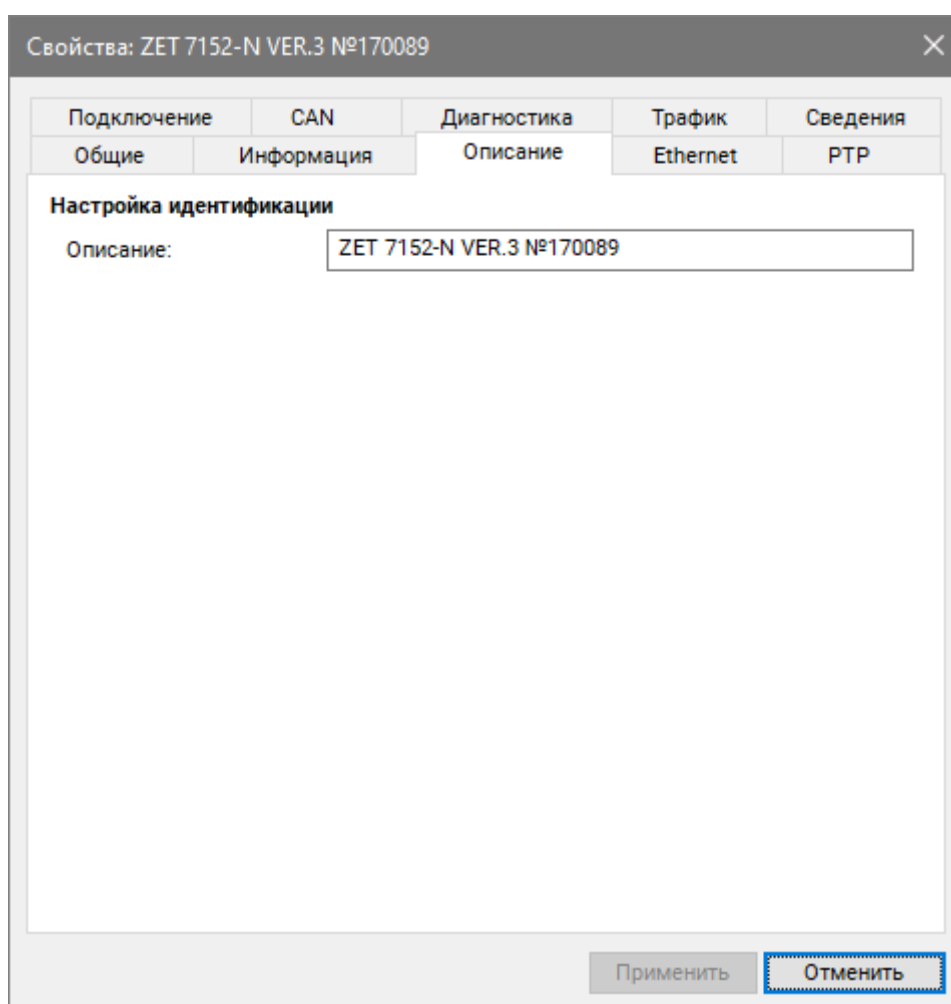

Рис. 5.4 Вкладка «Описание»
- Во вкладке «Описание» ввести идентификатор виброметра, при помощи которого устройство можно будет отличить от остальных виброметров системы (Рис. 5.4).
- Во вкладке «Ось» в поле «Наименование оси» возможно ввести название измерительного канала сейсмометра (Рис. 5.4).
- Во вкладке «Ось» в поле «Наименование оси» возможно ввести название измерительного канала акселерометра (Рис. 5.4).
- Во вкладке «Измерение» в поле «Наименование датчика» возможно ввести название измерительного канала регистратора (Рис. 5.4).